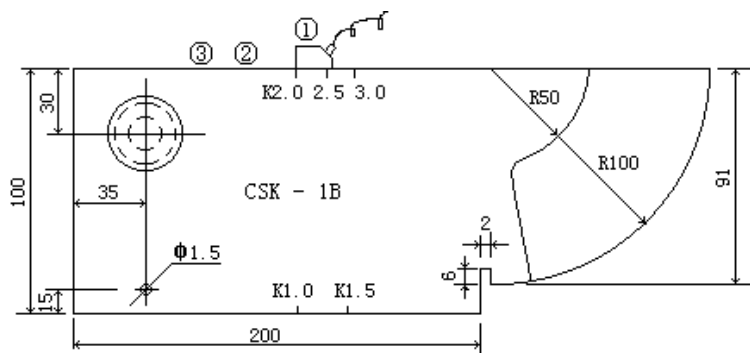

图 4-3-1
如图 4-3-1 所示，探头在不同的位置，所反射的回波高度和距离也不同，当探头从①移到③处，在屏幕上的回波幅度应该从低→高→低变化，并留下不同幅度的峰点组成一个新的曲线，我们称此曲线为包络线。下面就以上图的装置。我们以 $\varnothing 50$ 孔为例扫查其包络线。